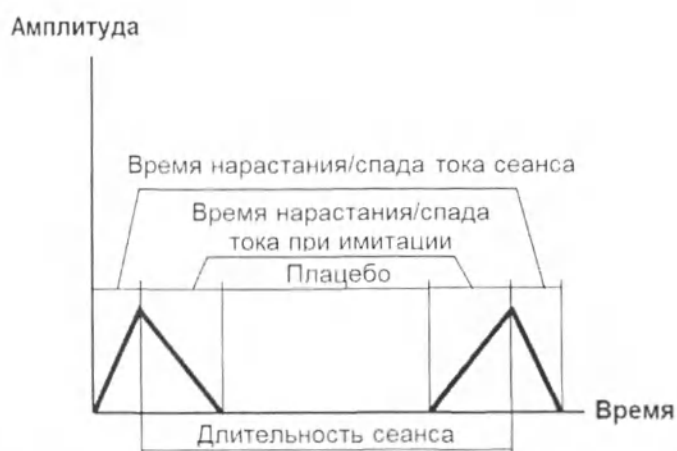

Рис. 3.15. Настройка времени нарастания/спада тока при использовании плацебо
- «Плацебо» — установка времени спада тока до нуля в начале сеанса и времени нарастания тока до заданного значения при завершении сеанса (рис. 3.15).